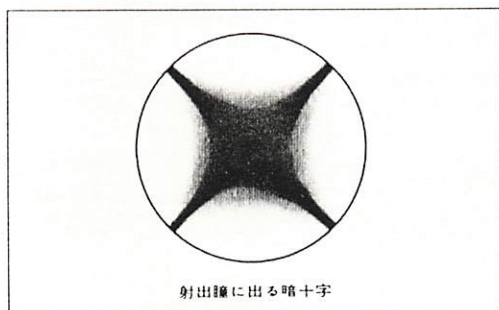

図 36
(1) ランプの心出し
- ① 照明切替つまみが制限に当たるまで押し込まれていることを確認します。
- ② トランスの電源スイッチを入れ、電圧を6Vにします。
- ③ 開口絞りを全開にします。
- ④ NDフィルタをステージに載せ、10×対物レンズでピント合せをします。
- ⑤ 接眼レンズを鏡筒から抜き取り、対物レンズの瞳を見ながらランプハウスを前後させて、瞳面の拡散板上にフィラメント像を結ばせませす。
- ⑥ ランプ心出しねじを操作して、フィラメント像を瞳の中央にします。
(2) ポラライザの方位決め
- ① ステージ上のNDフィルタに、40×対物レンズで大略のピント合せをします。
- ② ポラライザの目盛を0にします。
- ③ 鏡筒の双眼部から接眼レンズの一方を抜き取り、対物レンズの瞳を見ながらポラライザ回転ローレットを回して、瞳に図36のような暗十字が出るように方位を決めます。